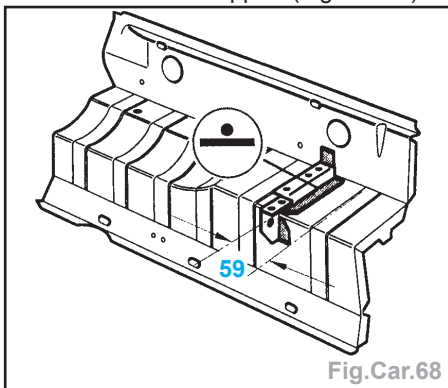

Fig.Car.68
- Ajuster le support du blindage de tuyau d'échappement; cote = 59 mm, mesurée de la nervure au support (Fig.Car.68).